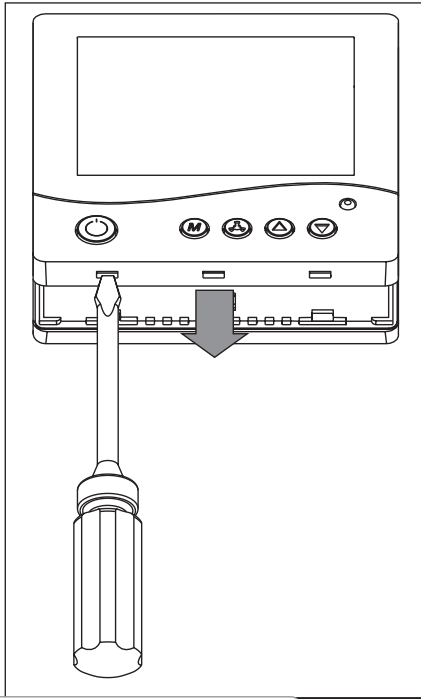

Рис. 4. Від'єднання задньої кришки
- Акуратно викрутку відстібніть защіпки через технологічні отвори у нижній частині настінної панелі керування (рис. 4).